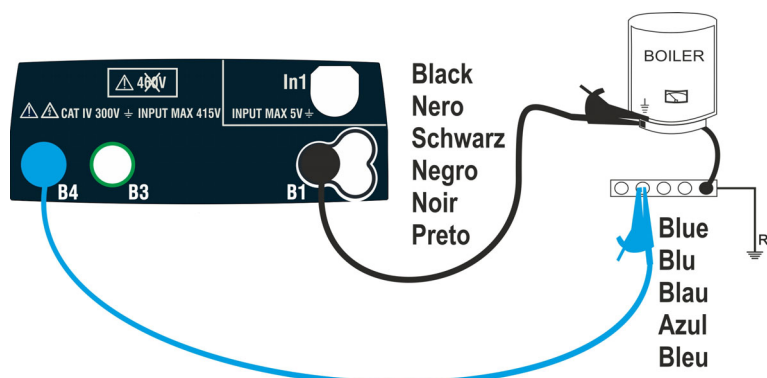
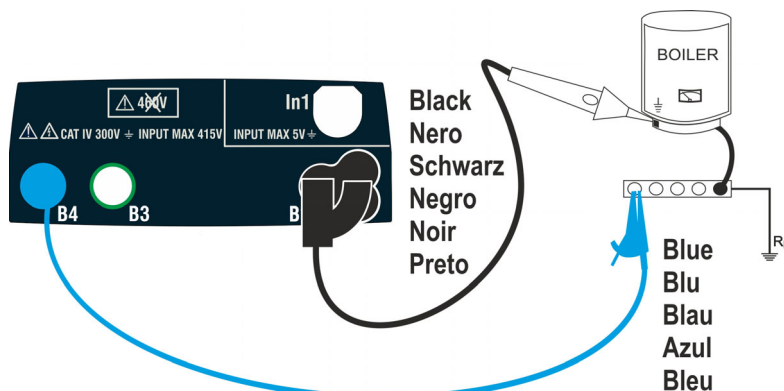

Fig. 10: Teste de continuidade através de cabos únicos
Fig. 11: Teste de continuidade via cabo remoto
6. Ligue os cabos e/ou o cabo remoto ao condutor em teste de acordo com Fig. 10 ou Fig. 11.
- Ligue as pinças crocodilo e / ou os condutores e / ou o condutor remoto ao condutor em teste de acordo com Fig.10.